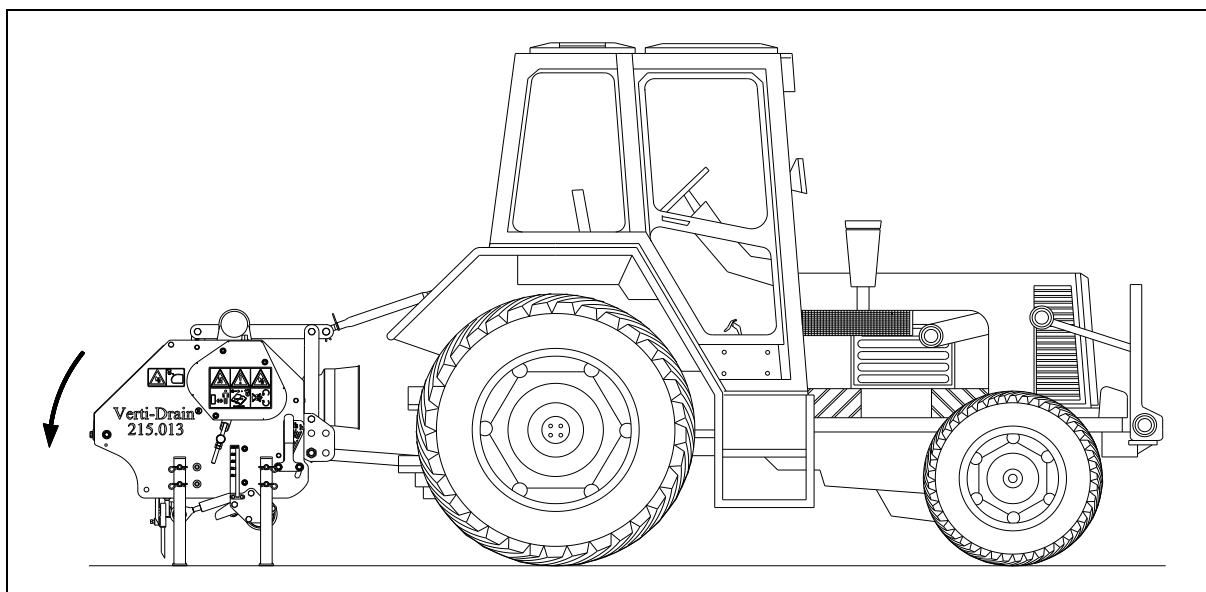

Fig. 12
3. montare il supporto in modo che la Verti-Drain® poggi sui supporti quando la macchina viene abbassata ulteriormente (si veda la fig. 12);